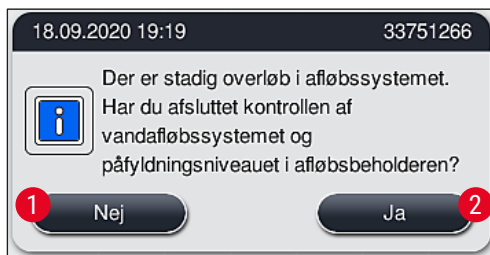

Fig. 124
2. Efter 5 minutter, og efter at der er foretaget yderligere rengøringsforsøg, uden at blokeringen forsvinder, viser en meddelelse (→ "Fig. 124") på displayet brugeren, at vandniveauet stadig er for højt. Hvis du trykker på **Nej** (→ "Fig. 124-1"), kan du forlænge ventetiden med yderligere 5 minutter for at foretage yderligere rengøringsforsøg. Hvis de yderligere rengøringsforsøg i dette andet interval lykkes, er problemet afhjulpnet som beskrevet under 1. Hvis der er brug for yderligere tid til rengøring, skal du trykke på **Nej** (→ "Fig. 124-1") igen. Intervallet kan gentages flere gange. Hvis blokeringen ikke kunne afhjælpes på trods af flere rengøringsforsøg, skal du trykke på **Ja** (→ "Fig. 124-2") for at starte en kontrolleret afbrydelse (se i afsnit 3 og 4 nedenfor).